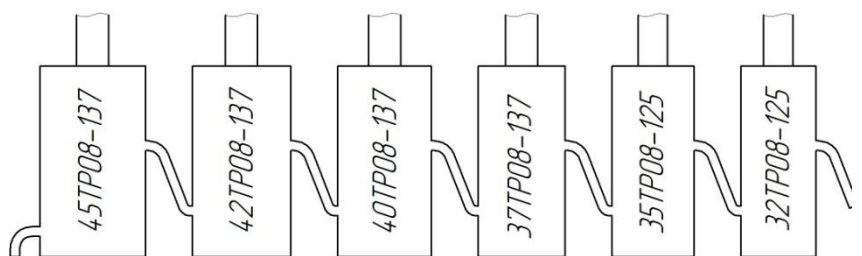

Рис. 6.4.5. Последовательность соединения гидроцилиндров
3. Установить на шток каждого гидроцилиндра регулировки глубины одинаковое количество ограничителей (рис. 6.4.5) (начальная толщина набора ограничителей на штоке каждого цилиндра
4.1. Если после повторного стравливания воздуха проушины гидроцилиндров не упрутся в ограничители, необходимо подкрутить проушину на величину зазора **a**, ослабив штифт 1 (рис. 6.4.5.1). Для этого необходимо воспользоваться газовым ключом.